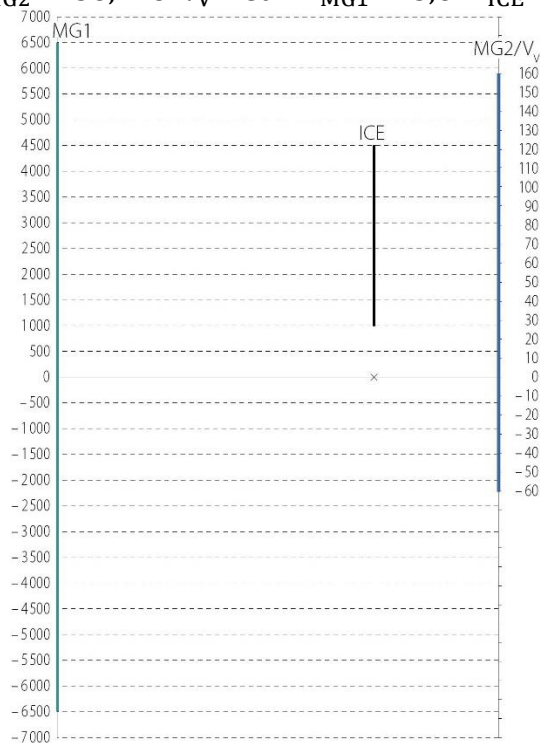

Figure 3 : relations des vitesses entre ICE, MG1 et MG2
- Les relations qui lient la vitesse du véhicule en km/h avec les vitesses de rotation des moteurs électriques sont données par les équations suivantes et la Figure 3.